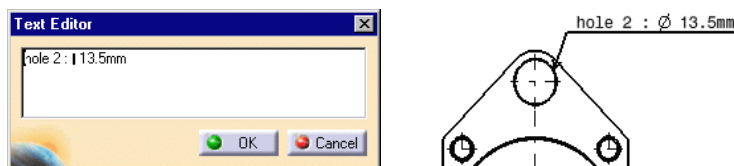

图 6-484
- » 步骤07 修改CATPart上Hole 2(孔2)的直径值,例如更改为13.5mm,在CATDrawing上生成的视图以及文本属性值将自动更新以使此修改生效,如图6-484所示。